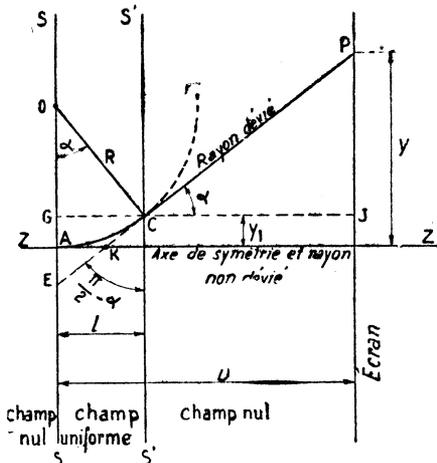

Figure XXVI-6
Le même ensemble, vu du côté de l'écran du tube, est représenté par la figure XXVI-6.
Considérons maintenant la figure XXVI-6. Les bobines non représentées sont placées au-dessus et au-dessous du plan de la figure.
En tenant compte des divers angles de C , figure XXVI-6, on trouve, par un calcul simple, que l'on a une déviation Y donnée par la formule (2).
L'examen de la figure XXVI-6 montre que l'on a $R = l/\sin \alpha$. En éliminant R entre cette équation et celle exprimée par la formule (1), on aboutit à la formule (6). La valeur de H indiquée par cette formule, correspond à une déviation de α° depuis le centre de